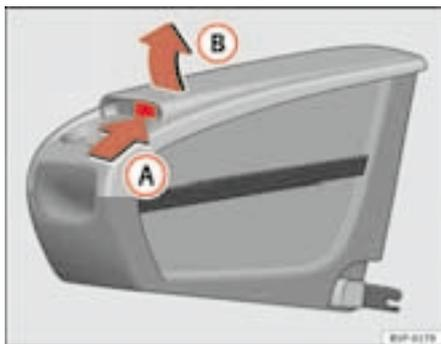

Fig. 111 Portaobjetos móvil. Apertura
- Levante la tapa (B), por la zona (A) ⇒ fig. 111.